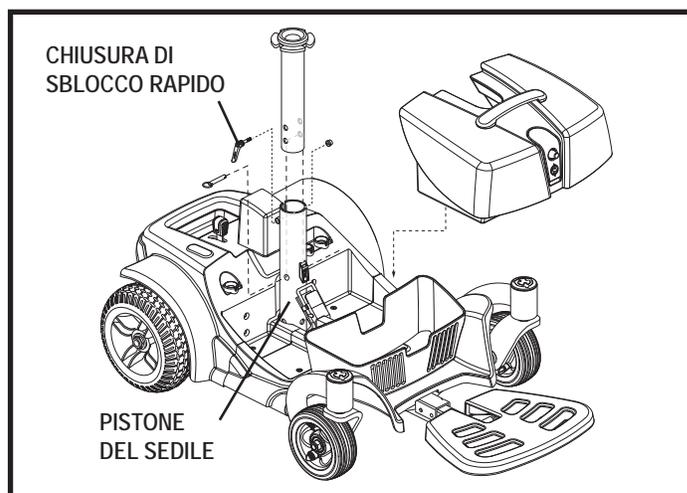
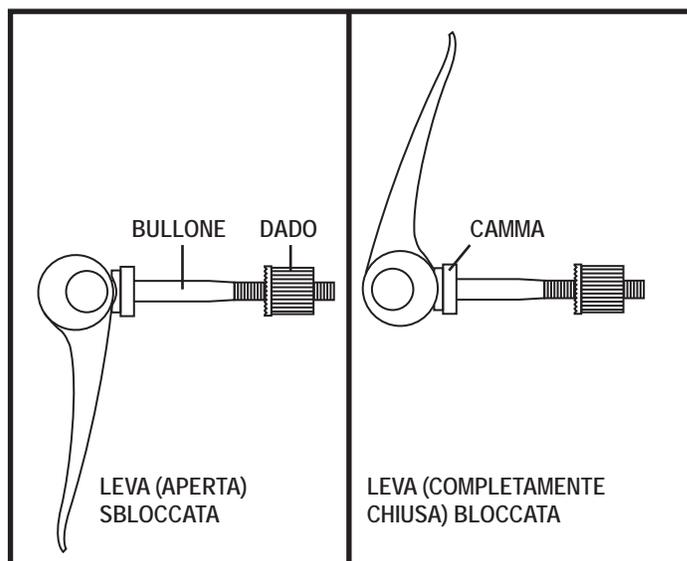

Figura 12. Regolazione dell'altezza del sedile
Figura 13. Funzionamento della chiusura di sblocco rapido
5. Allentare la chiusura di sblocco rapido. **Vedere figura 12.**
9. Serrare la chiusura di sblocco rapido. **Vedere figura 13.**
La chiusura di sblocco rapido consente di rimuovere il gioco in eccesso nel pistone del sedile. **Vedere figura 12.** La chiusura di sblocco rapido è costituita da un bullone, una leva e un dado. **Vedere figura 13.** La leva è dotata di una camma che consente di bloccare in posizione. La chiusura di sblocco rapido ha due stati: bloccato e sbloccato. Quando la leva è aperta, la chiusura di sblocco rapido è sbloccata. Quando la leva è chiusa, la chiusura di sblocco rapido è bloccata.